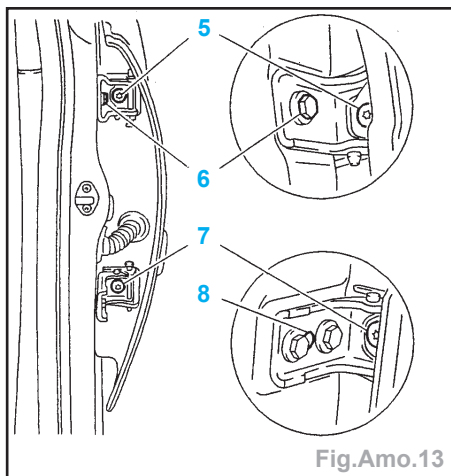

Fig.Amo.13
- Nota** : Pion de centrage initial (8) (Fig.Amo.13).
- les jeux de porte par la vis (6),